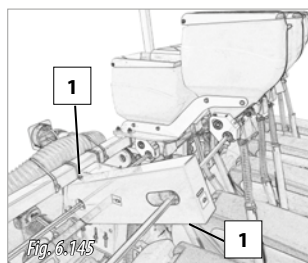

Fig. 6.145
- 1- Scoateți șuruburile de fixare din capac (1, Fig. 6.145).
- 5- Închideți capacul și fixați-l cu șuruburile. (1, Fig. 6.145).